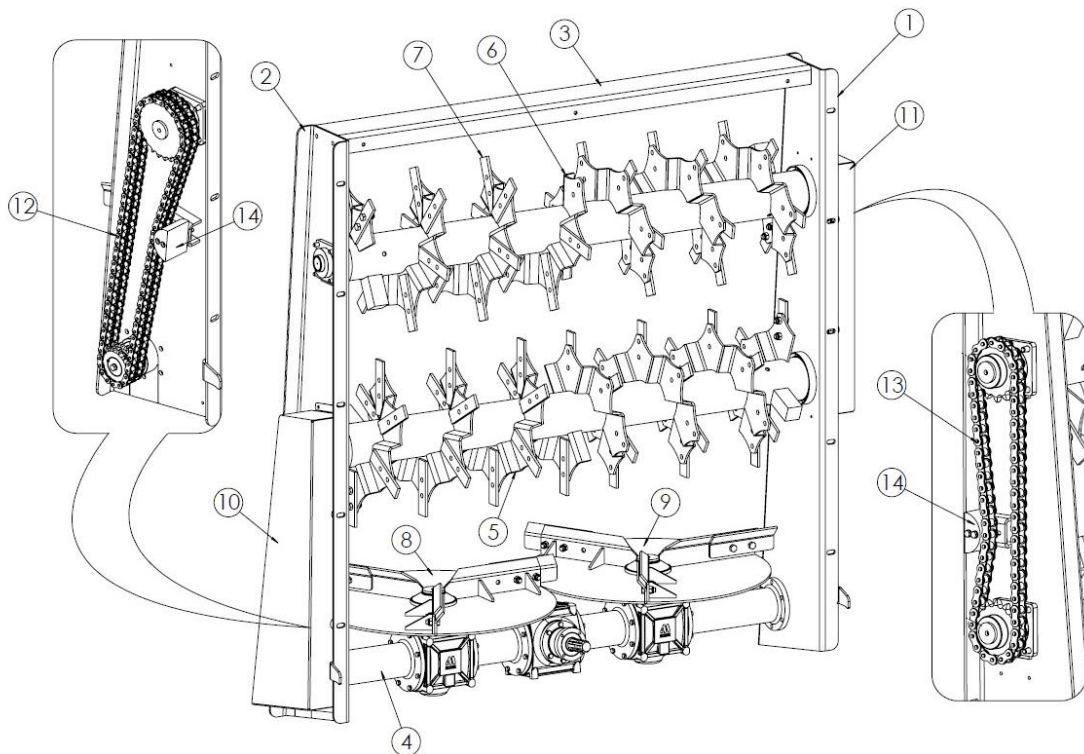

Рисунок 11. 2-роторный дисковый горизонтальный адаптер
Дисковый горизонтальный адаптер 2-роторный (рис. 11) состоит из левой боковой балки (1), правой балки (2) и верхней балки (3), образующих раму адаптера. В нижней части находится редуктор (4), на который устанавливаются разбрасывающие диски (5), (6). Основными рабочими инструментами являются сменные ножи (7), привинченные к горизонтальным роторам (8), (9). Роторы, вращаясь, измельчают подаваемый материал, который проходит через крышку адаптера на разбрасывающие диски. Вращающиеся диски выбрасывают измельченный материал назад и в стороны. Переключение привода от редуктора (4) на горизонтальные роторы (5), (6) осуществляется цепными передачами, расположенными под крышками (10), (11). Привод от редуктора к ротору нижней цепи 16В2 (12). Привод от нижнего ротора к верхнему ротору передается через цепь 20В1 (13). Натяжение цепей осуществляется при помощи натяжителей (14).